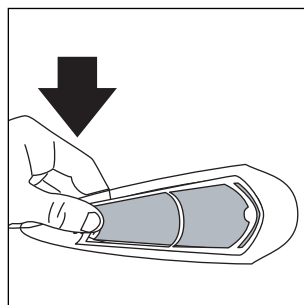

Fig. 17
- 2) Appuyez la base du cadre sur la partie inférieure de la grille (fig. 17).